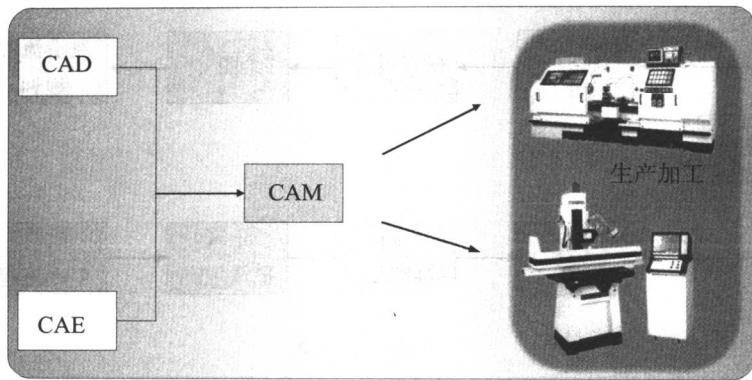

图 1.4
(3) CAM(Computer Aided Manufacture): 是计算机辅助制造的意思，顾名思义就是把计算机应用于生产制造过程中，达到监视与控制的目的，不仅可使产品精密度提高，更由于生产自动化而大大降低了人力成本，如图 1.4 所示。